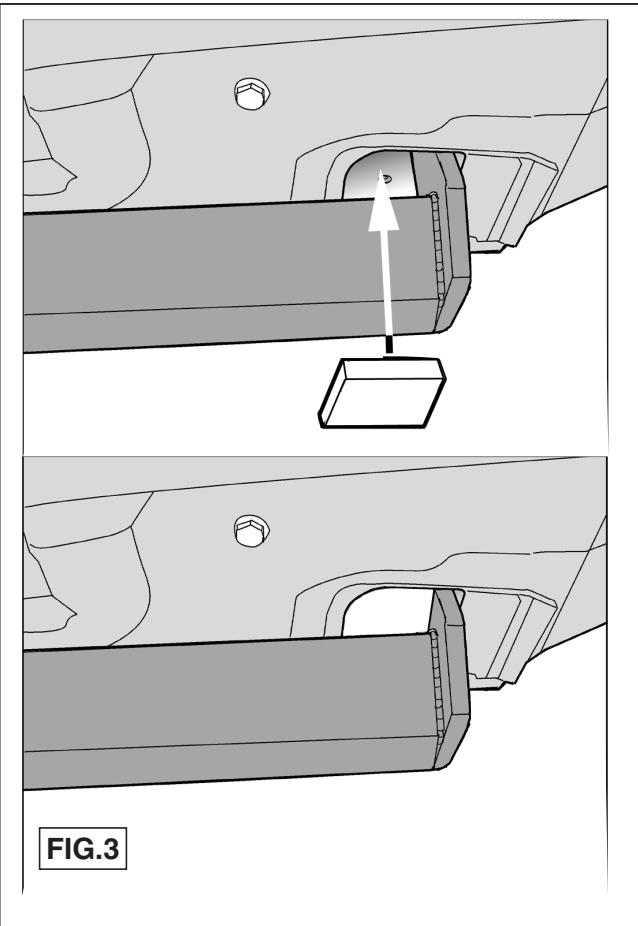

FIG.3
chassiset og monter dette med fire bolt med fortanding M10x30 inkl. kontraplader (40x40x5). Anbring de to PE skumgummistykker til at tætte chassisvangerne med (jævnfør fig. 3). Monter de dele, der blev fjernet under punkt 1 inklusiv udstødningsophænget. Sæt kofangeren på plads igen. Anbring kuglehuset mellem kuglebeslagene og monter dette med to bolte M10x80 (**10,9**) inklusiv selvslående møtrikker (**10**). Spænd alle bolte og møtrikker ifølge tegning. Monter de dele, der blev fjernet under punkt 1 og 2.
4. Colocar el gancho de remolque en el chasis y fijarlo con cuatro tornillos M10x30 inclusive contratuerca (40x40x5). Colocar ambos bloques de espuma PE en los travesaños del chasis para obturarlos (véase la fig. 3). Apretar todos los tornillos y tuercas de acuerdo con los puntos del gráfico. Colocar la casa de la bola entre las placas de fijación de la bola y fijarla con dos tornillos M10x80 (**10.9**) inclusive tuercas de seguridad (**10**). Apretar los tornillos de fijación de la bola según los puntos indicados del gráfico. Volver a colocar el parachoques.
4. Retirar el pegamento existente a la altura de los puntos de contacto del gancho de remolque con el vehículo. Retirar a la altura de los puntos de fijación los adhesivos. Colocar el gancho de remolque en el chasis y fijarlo con cuatro tornillos M10x30 inclusive contratuerca (40x40x5). Colocar ambos bloques de espuma PE en los travesaños del chasis para obturarlos (véase la fig. 3). Colocar la casa de la bola entre las placas de fijación de la bola y fijarla con dos tornillos M10x80 (**10.9**) inclusive tuercas de seguridad (**10**). Apretar todos los tornillos y tuercas de acuerdo con los puntos del gráfico. Volver a poner lo retirado bajo punto 1 y 2.
4. Retirar el pegamento existente a la altura de los puntos de contacto del gancho de remolque con el vehículo. Retirar a la altura de los puntos de fijación los adhesivos. Colocar el gancho de remolque en el chasis y fijarlo con cuatro tornillos M10x30 inclusive contratuerzas (40x40x5). Colocar ambos bloques de espuma PE en los travesaños del chasis para obturárlas (véase la fig. 3). Volver a poner lo retirado bajo punto 1 inclusive la suspensión del tubo de escape. Volver a colocar el parachoques. Colocar la casa de la bola entre las placas de fijación de la bola y fijarla con dos tornillos M10x90 (**10.9**) inclusive tuercas de seguridad (**10**). Apretar todos los tornillos y tuercas de acuerdo con los puntos del gráfico. Volver a poner lo retirado bajo punto 1 y 2.
4. Posizionare il gancio traino sul telaio e fissarlo mediante quattro bulloni M10x30 completi di controdadi (40x40x5). Inserire i due blocchi di polistirolo espanso (75x65x25) nei montanti del telaio per chiuderli (vedi fig. 3). Serrare tutti i dadi e bulloni alle coppie di serraggio indicate nel disegno. Inserire l'alloggiamento della sfera tra le piastre di fissaggio della sfera e fissarlo mediante due bulloni M10x80 (**10.9**), completi di dadi autobloccanti (**10**). Serrare i bulloni di fissaggio della sfera alla coppia di serraggio indicate nel disegno. Rimontare il paraurti.
4. Rimuovere il mastice dalle superfici di contatto tra il veicolo ed il gancio traino. Rimuovere gli adesivi applicati in corrispondenza dei punti di fissaggio. Posizionare il gancio traino sul telaio e fissarlo mediante quattro bulloni M10x30 completi di controdadi (40x40x5). Inserire i due blocchi di polistirolo espanso (75x65x25) nei montanti del telaio per chiuderli (vedi fig. 3). Inserire l'alloggiamento della sfera tra le piastre di fissaggio della sfera e fissarlo mediante due bulloni M10x80 (**10.9**), completi di dadi autobloccanti (**10**). Serrare tutti i dadi e bulloni alle coppie di serraggio indicate nel disegno. Rimontare quanto rimosso ai punti 1 e 2.
4. Umieścić hak holowniczy w podwoziu i umocować go przy pomocy czterech śrub M10x30 wraz z płytami zabezpieczającymi (40x40x5). Umieścić dwie kostki piankowe (75x65x25) jako uszczelnienie w poprzecznikach podwozia (patrz rys. 3). Dokręcić wszystkie śruby i nakrętki zgodnie z rysunkiem. Umieścić obudowę kuli w podwoziu między płytami montażowymi kuli i umocować ją przy pomocy dwóch śrub 10x80 (10.9) wraz z nakrętkami samozabezpieczającymi się (10). Dokręcić śruby montażowe kuli zgodnie z rysunkiem. Ponownie umieścić zderzak.
4. Rimuovere il mastice dalle superfici di contatto tra il veicolo ed il gancio traino. Rimuovere gli adesivi applicati in corrispondenza dei punti di fissaggio. Posizionare il gancio traino sul telaio e fissarlo mediante quattro bulloni M10x30 completi di controdadi (40x40x5). Inserire i due blocchi di polistirolo espanso (75x65x25) nei montanti del telaio per chiuderli (vedi fig. 3). Inserire l'alloggiamento della sfera tra le piastre di fissaggio della sfera e fissarla mediante due bulloni M10x80 (10.9), completi di dadi autobloccanti (10). Serrare i bulloni di fissaggio della sfera alla coppia di serraggio indicata in tabella. Serrare tutti i dadi e bulloni alle coppie di serraggio indicate nel disegno. Rimontare quanto rimosso ai punti 1 e 2.
Umieścić dwie kostki piankowe PE (75x65x25) jako uszczelnienie w poprzecznikach podwozia (patrz rys. 3). Umieścić obudowę kuli między płytami montażowymi kuli i umocować ją przy pomocy dwóch śrub M10x80 (10.9) wraz z nakrętkami samozabezpieczającymi się (10). Dokręcić wszystkie śruby i nakrętki zgodnie z rysunkiem. Ponownie umocować to co zostało usunięte w punktach 1 i 2.
4. Usunąć kit obecny w miejscu punktów stycznych haka holowniczego z pojazdem. Usunąć lepiszcze w miejscu punktów montażowych. Umieścić hak holowniczy w podwoziu i umocować go przy pomocy czterech śrub M10x30 wraz z płytami zabezpieczającymi (40x40x5). Umieścić dwie kostki piankowe PE (75x65x25) jako uszczelnienie w poprzecznikach podwozia (patrz rys. 3). Umieścić obudowę kuli między płytami montażowymi kuli i umocować ją przy pomocy dwóch śrub M10x80 (10.9) wraz z nakrętkami samozabezpieczającymi się (10). Dokręcić wszystkie śruby i nakrętki zgodnie z rysunkiem. Ponownie umocować to co zostało usunięte w punktach 1 i 2.